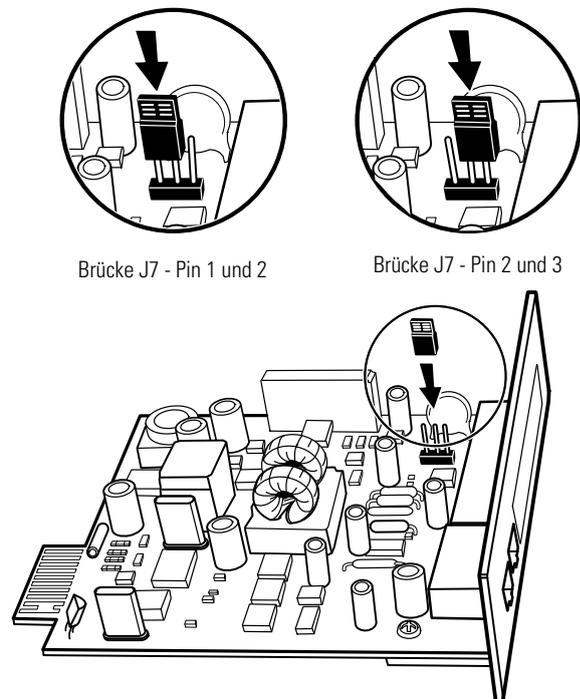

Abbildung 34. Setzen der CAN-Bridge-Karte-Brücke J7 (Ansicht von der Seite)
6. Die Brücke auf der Powerware HotSync-CAN-Bridge-Karte an denselben Stiften wie bei einer parallelen Standardkonfiguration setzen (siehe Abbildung 34):